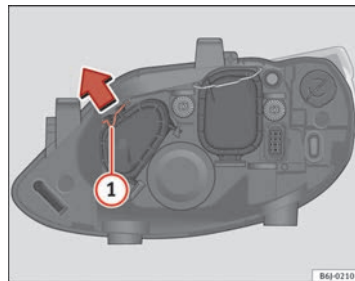

Fig. 149 Luz de presença
- Desloque o tirante ① no sentido da seta e puxe a tampa ⇒ Fig. 149.